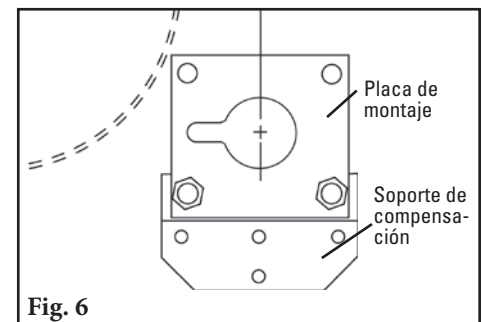

Fig. 6
- Instale las placas de montaje.** En un lado, deslice la placa de montaje en el eje y con la ranura de la llave horizontalmente y hacia el eje, atornille en el soporte de compensación, centre en las ranuras y apriete (Fig. 6). En el lado opuesto repita el proceso, pero no apriete.